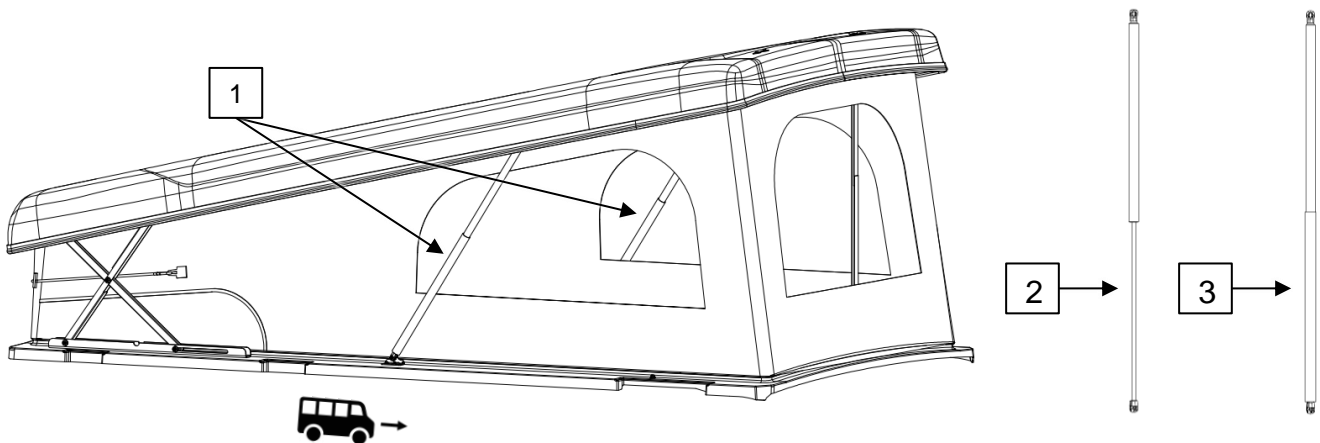

Abb. 4-1: Außenansicht Schlafdach / Exterior view pop top roof [G0001549]
- Gasfedern auf beiden Seiten (s. Abb. 4-1, 1) einhängen: Die Gasfedern werden mit einer Schlaufe vorgespannt geliefert. **Beim Einhängen ist darauf zu achten, dass die Kolbenstange (2) (von dem Schutzrohr (3) abgedeckt) nach unten zeigt!** Die Gasfeder wird zuerst oben an der Dachschale, durch leichten Druck auf den Kugelkopf, eingehängt und danach am GFK-Rahmen.
- Attach the gas springs at both sides (see Abb. 4-1, 1): The gas springs are supplied with a loop pretensioned. **When hooking in, make sure that the piston rod (2) (covered by the protective tube (3)) points downwards!** The gas spring is first hooked on top of the roof shell by applying light pressure to the cooling head and then to the EasyFit frame.